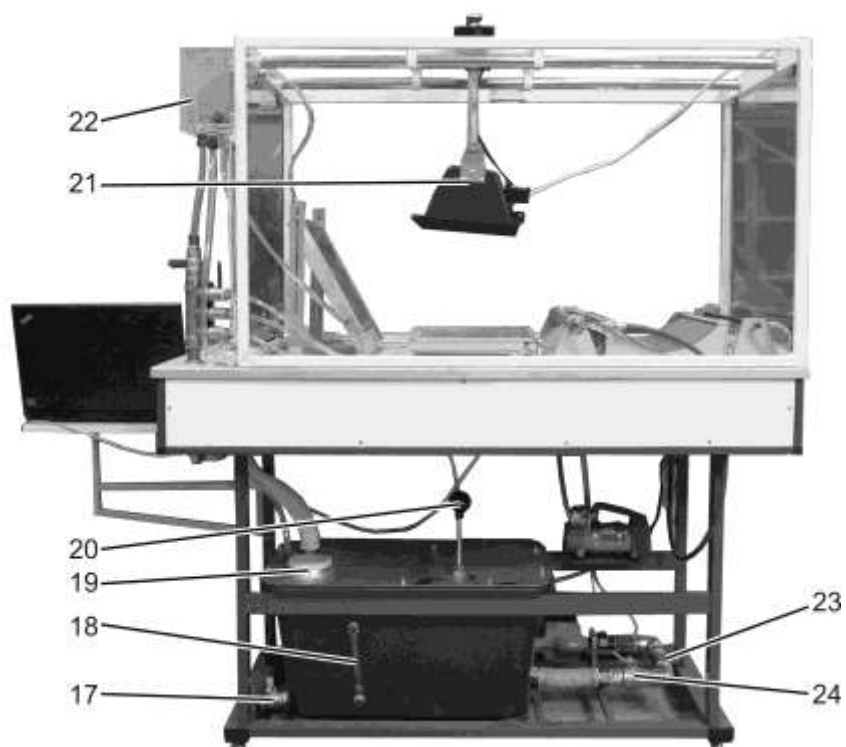
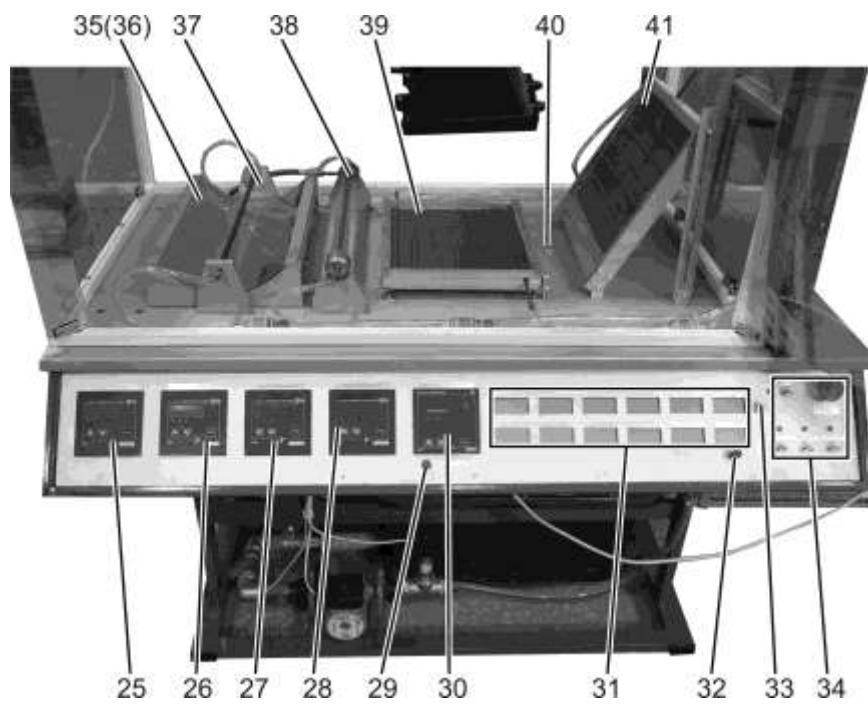
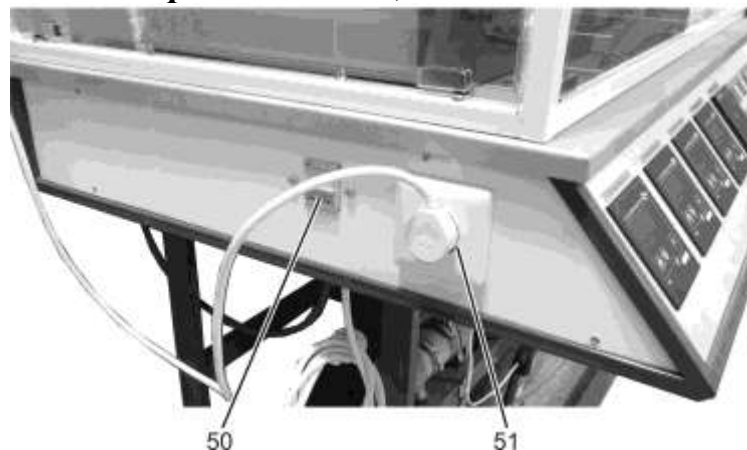

Рис.1.2. Вид комплекса сзади
Рис.1.4. Расположение исследуемых элементов солнечных коллекторов и измерительная панель
Рис. 1.7. Вид комплекса сбоку
Нагрев воды осуществляется двумя видами излучателей: с видимым спектром (поз. 21, рис. 1.2) и инфракрасным спектром (рис. 1.3) подключаемым к розетке электропитания 51 (рис.1.7).
На поддоне 7 закреплены исследуемые элементы солнечных коллекторов (рис.1.4), в виде медной трубки с черным покрытием 37, медной трубки с черным покрытием в кварцевой вакуумной трубе 38, устанавливаемые либо на параболический отражатель 35, либо на плоский отражатель 36, солнечный коллектор с принудительной циркуляцией 39, солнечный коллектор с естественной циркуляцией 41 и датчик интенсивности потока излучения 40. На концах каждого исследуемого элемента установлены датчики измерения температуры, информация с которых поступает на измерительный блок 31 и ноутбук 13 через плату АЦП.
На электрической панели 6 установлены вторичные преобразователи с цифровой индикацией для датчиков давления и температуры «ОВЕН» ТРМ1 (поз.25–28, рис. 1.4) показывающие информацию с датчиков температуры поз. 20, 43 и датчиков давления поз. 3, 4, соответственно. Так же на панели 6 присутствует электронный секундомер «ОВЕН» СИ8 (поз. 30) с кнопкой сброса секундомера 29 и началом отсчета времени при нажатии и удержании кнопки 42, измерительный блок 31 с регулировкой потребляемой мощности излучателя 32 и регулировкой глубины вакуумирования 33 и блок подачи электропитания на элементы стенда 34. Питание стенда осуществляется от сети 220В 50Гц через автоматический выключатель 50 (рис.1.7).
4.2. После подключения комплекса к сети электропитания необходимо включить автоматический выключатель 50 (рис. 1.7).